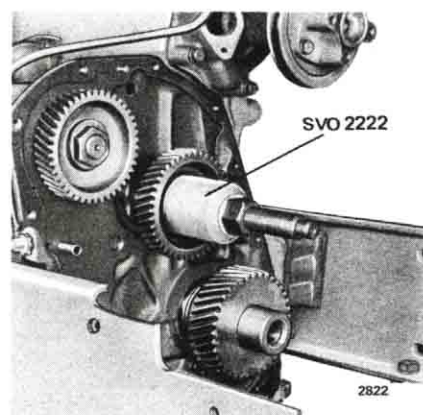

Fig 35. Montering av inre kamaxeldrev.
9. Pressa på det inre kamaxeldrevet med SVO 2222 och se till att slitbrickan kommer rätt i styrningen, se fig 35. Pressa därefter på det yttre drevet med samma verktyg. Glöm inte att märkt kugg skall gå i märkt kugglucka.
7. Montera dreven på kamaxeln, se fig 35.